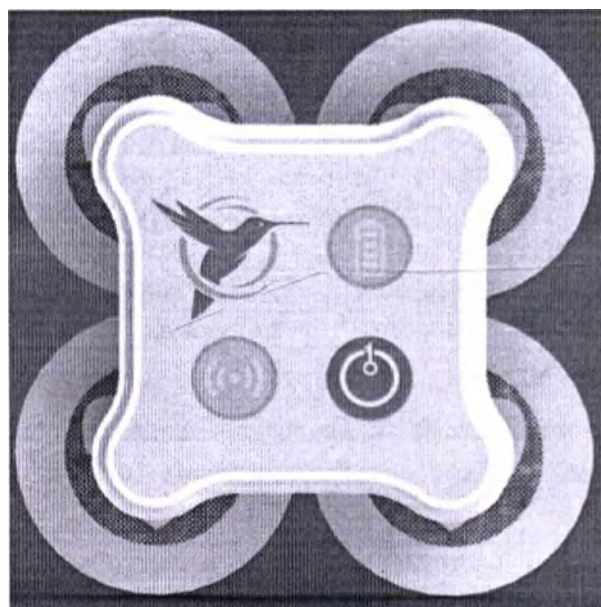

Рисунок 6- Корректная ориентация регистратора.
2. Правильно сориентируйте регистратор в пространстве, см. рис.6.